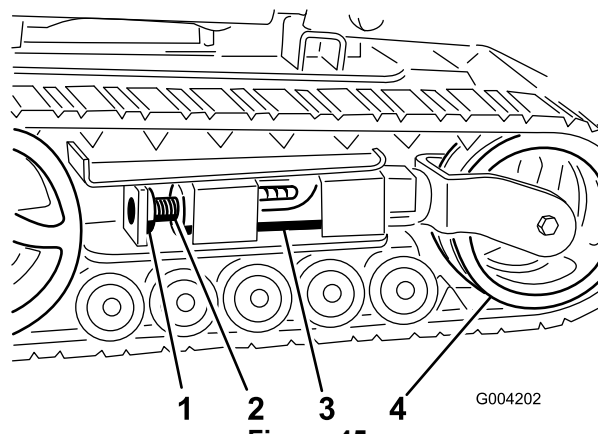
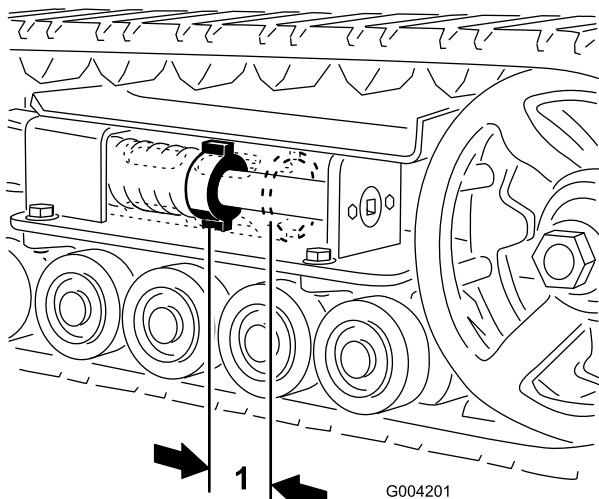
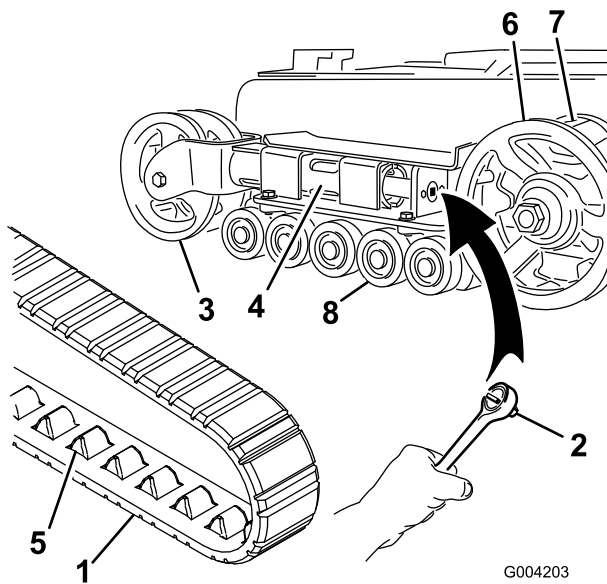
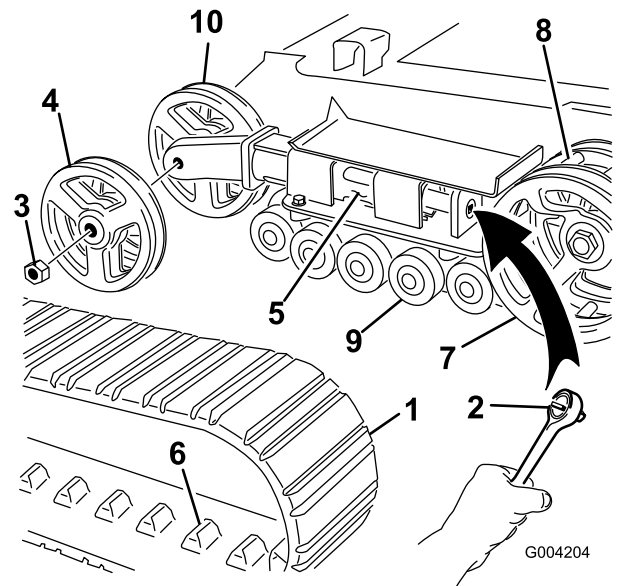

Figura 45
Figura 44
Figura 46
Figura 47
Debe haber una holgura de 7 cm entre la tuerca tensora y la parte de atrás del tubo tensor (Figura 44). Si no es así, ajuste la tensión de las orugas usando el procedimiento siguiente:
3. Retire el perno de bloqueo y la tuerca (Figura 45).
4. Usando una llave de 1/2 pulgada (Figura 46), gire el tornillo tensor en el sentido contrario a las agujas del reloj hasta que la distancia entre la tuerca tensora y la parte de atrás del tubo tensor (Figura 44) sea de 7 cm.
5. Alinee la muesca más próxima del tornillo tensor con el taladro del perno de bloqueo, y fije el tornillo con el perno de bloqueo y la tuerca (Figura 45).
4. Usando una llave de 1/2 pulgada, alivie la tensión en la oruga girando el tornillo tensor en el sentido de las agujas del reloj (Figura 45 y Figura 46).
4. Usando una llave de 1/2 pulgada, alivie la tensión en la oruga girando el tornillo tensor en el sentido de las agujas del reloj (Figura 45 y Figura 47).
5. Empuje la rueda tensora hacia la parte de atrás de la unidad de tracción para mover el tubo de horquilla contra el bastidor (Figura 46). (Si no toca el bastidor, siga girando el tornillo tensor hasta que lo toque.)
7. Cuando haya retirado la oruga de la rueda tensora, retírela de la rueda motriz y de las ruedas de rodaje (Figura 46).
8. Empezando en la rueda motriz, pase la oruga nueva alrededor de dicha rueda, asegurándose de que los dientes de la oruga encajen entre los espaciadores de la rueda (Figura 46).
9. Empuje la oruga por debajo de y entre las ruedas de rodaje (Figura 46).
11. Gire el tornillo tensor en el sentido contrario a las agujas del reloj hasta que la distancia entre la tuerca tensora y la parte de atrás del tubo de horquilla (Figura 44) sea de 7 cm.
5. Empuje la rueda tensora hacia la parte de atrás de la unidad de tracción para mover el tubo tensor contra el bastidor (Figura 47). (Si no toca el bastidor, siga girando el tornillo tensor hasta que lo toque.)
6. Retire la tuerca que fija la rueda tensora exterior y retire la rueda (Figura 47).
7. Retire la oruga (Figura 47).
8. Retire la tuerca que fija la rueda tensora interior y retire la rueda (Figura 47).
12. Instale la rueda tensora interior y fíjela con la tuerca que retiró anteriormente (Figura 47).
14. Instale la oruga nueva, asegurándose de que los dientes de la oruga encajen entre los espaciadores de la rueda motriz (Figura 47).
15. Instale la rueda tensora exterior y fíjela con la tuerca que retiró anteriormente (Figura 47).
17. Gire el tornillo tensor en el sentido contrario a las agujas del reloj hasta que la distancia entre la tuerca tensora y la parte de atrás del tubo tensor (Figura 44) sea de 7 cm.